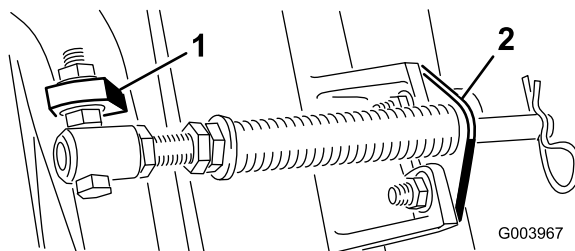

Figura 5
4. Montați suportul tijei la nivelul umerilor unității de tăiere cu uruburile de fixare i piuliile (Figura 5).